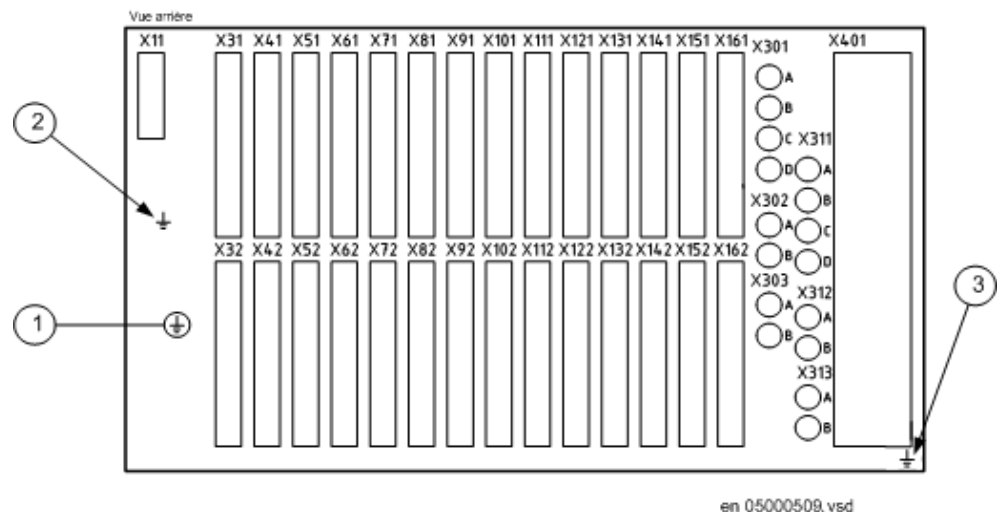

Figure 29: Vue arrière du DEI montrant les points de mise à la terre.
Raccorder la vis de la terre de protection (pos. 1 dans la figure 29) à l'arrière du DEI, à la mise à la terre la plus proche dans l'armoire. Les codes et normes électriques exigent que les câbles de mise à la terre de protection soient des conducteurs verts/jaunes d'une section minimum de 2,5 mm2 (AWG14). Le module d'alimentation (PSM), les modules de transformateurs d'entrée (TRM) et le boîtier sont tous mis à la terre séparément, - voir figure 29 ci-dessous.